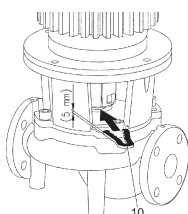

Fig. 13: Montavimo šakutės pritvirtinimas
10. Įstumti montavimo šakutę (Fig. 13, 10 poz.) tarp karkaso ir movos. Montavimo šakutė turi nejudėti.
13. Įstumti montavimo šakutę (Fig. 13, 10 poz.) tarp karkaso ir movos. Montavimo šakutė turi nejudėti.